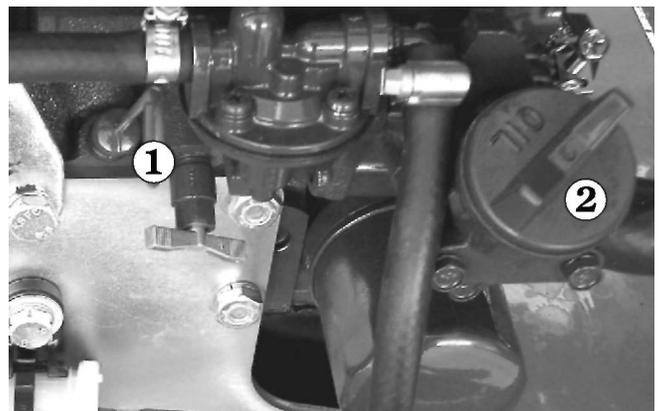

Abbildung 7.6 - Motorölstand
Achten Sie darauf, dass der Ölstand zwischen den beiden Markierungen am Ölmesstab ① liegt (siehe Abbildung 7.6).
Der Abstand zwischen der oberen und unteren Markierung am Ölmesstab entspricht ca. 1 Liter. Füllen Sie bei Bedarf am Deckel Öl nach ② (siehe Abbildung 7.6). Oben am Motor gibt es einen alternativen Fülldeckel.